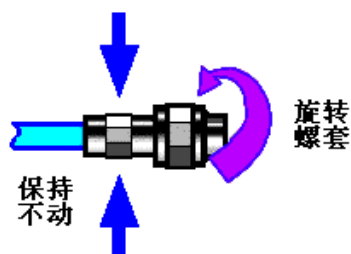

图 3.4 连接方法
**步骤 2.** 如图 3.4, 将两个连接器平直地移到一起, 使它们能平滑接合, 旋转连接器的螺套 (注意不是旋转连接器本身) 直至拧紧, 连接过程中连接器间不能有相对的旋转运动。